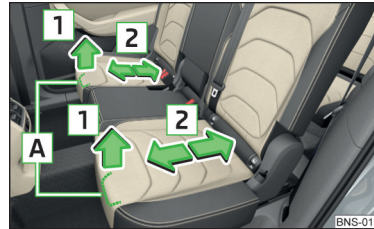

Abb. 74
- › Den Hebel **A** in Pfeilrichtung **1** ziehen und den Sitz in die gewünschte Position in Pfeilrichtung **2** verschieben » Abb. 74. Nach dem Loslassen des Bedienungshebels muss die Verriegelung hörbar einrasten.